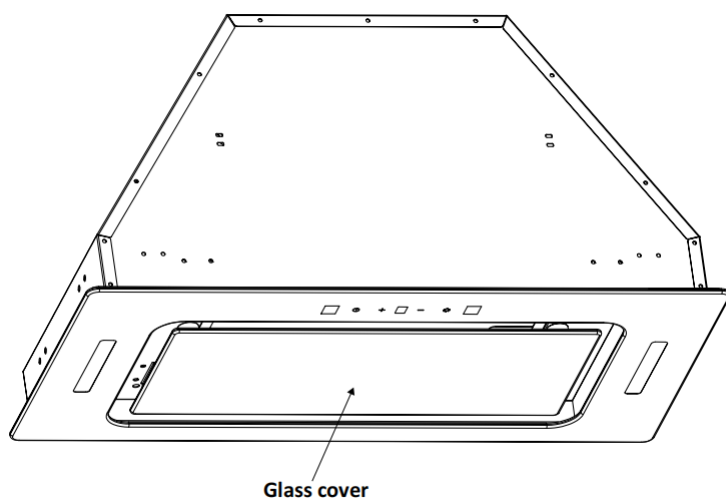

Рис. 3 Схема сборки для шкафа более 60 см
3. Откройте стеклянную крышку, открутите 4 винта под стеклянной крышкой (См. Рисунок 3 - 4.)